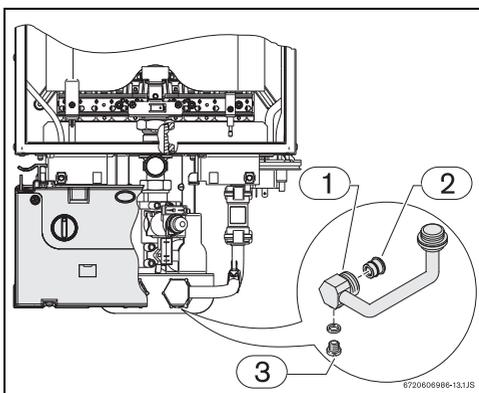

Fig. 10
- svitare ed asportare la vite di scarico (→Fig. 10, [pos. 1]).